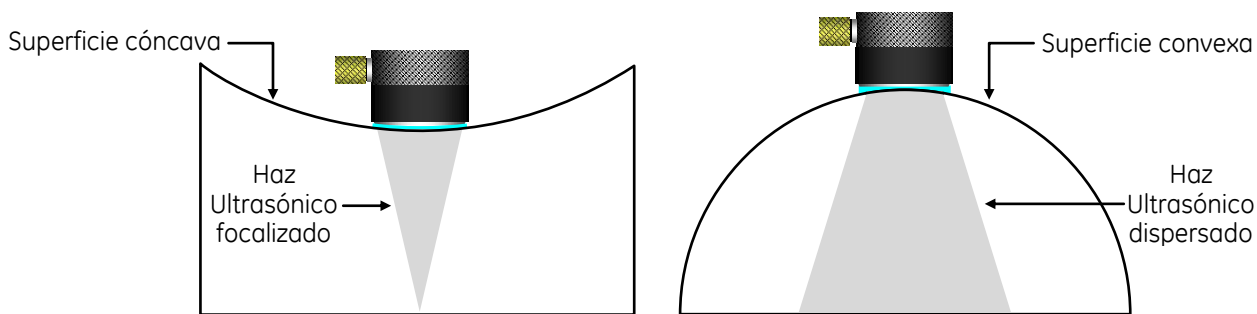

Figura No. 73: Superficie de acoplamiento curvas
- Superficies de acoplamiento curvas — Cuando la superficie de acoplamiento es curva se pueden presentar problemas debido a la energía del ultrasonido que regresa al transductor; por ejemplo, si es una superficie cóncava el ultrasonido podría ser focalizado y si es una superficie convexa podría ser dispersado en forma de un haz ancho, figura No. 73.